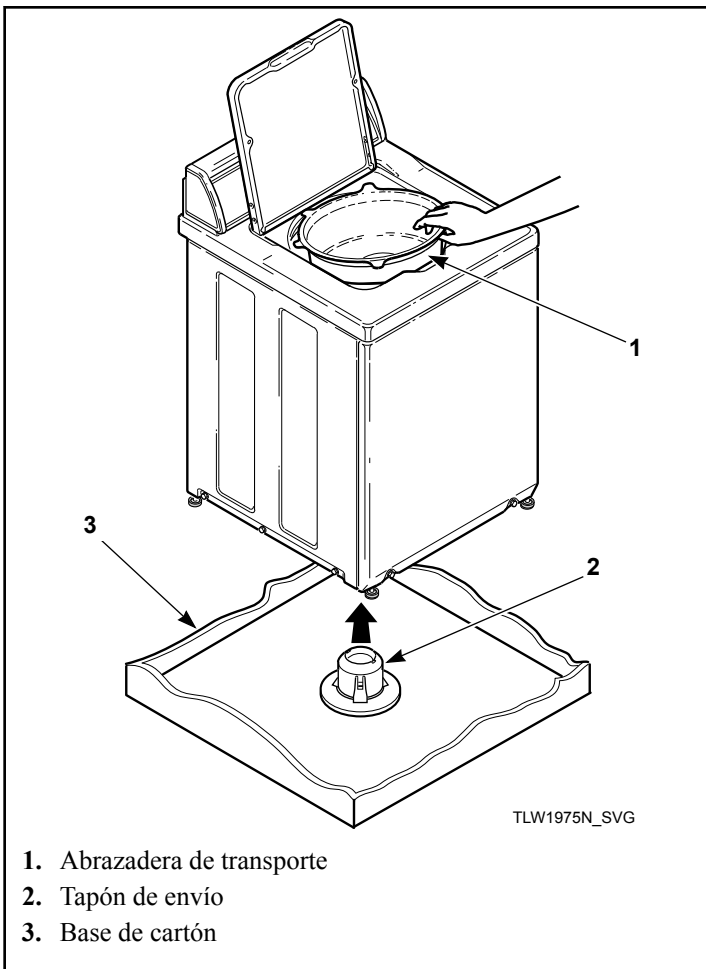

Figura 2
2. El tapón de envío se soltará de la base de la lavadora al quitar la base de cartón. Consulte la *Figura 2*.